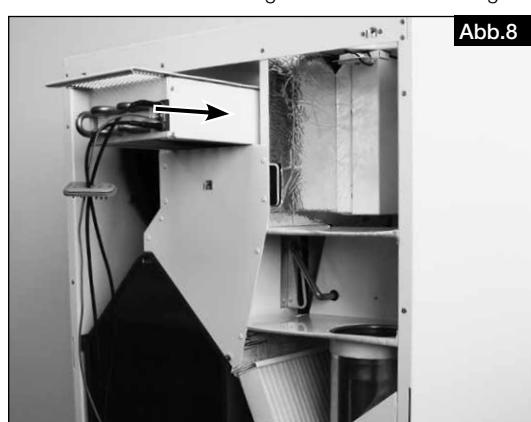

Abb.8
5. Vorheizung mit dem Gitter nach oben in den Außenluftschacht einschieben (s. Abb. 8).